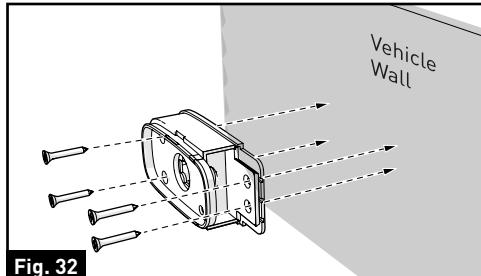

Fig. 32
5. Asegure la base del semáforo en la pared del vehículo con cuatro tornillos autorroscantes de cabeza plana (cabeza plana de la impulsión del patio #6 x 3/4 "tornillo de madera de la uno mismo-perforación). (Fig. 32)